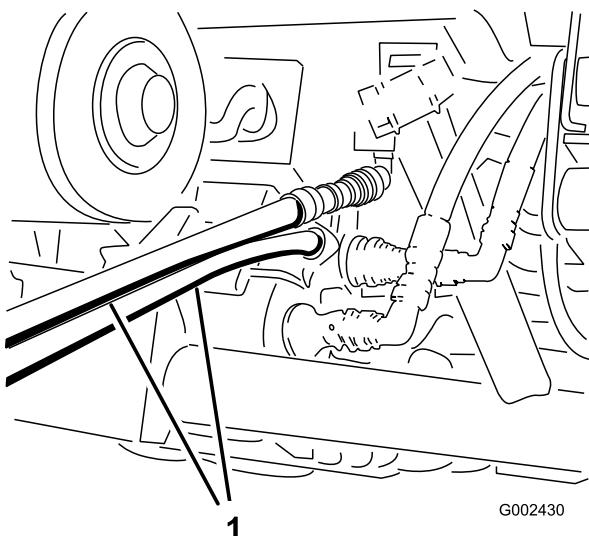

Bild 80
- Schließen Sie am anderen Fahrzeug die beiden Schläuche an der Kupplung an, die sich noch in der Kupplungshalterung befindet (Schließen Sie den oberen Schlauch an die untere Kupplung an (Bild 80)). Verschließen Sie nicht verwendete Anschlüsse.